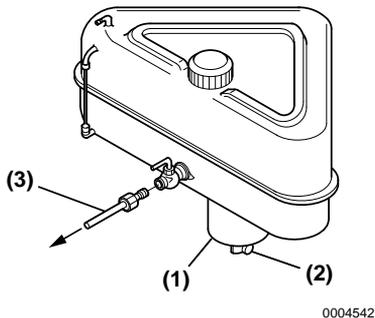

Figure 1
Installez un robinet de vidange (**Figure 1, (2)**) au fond du réservoir de carburant afin d'enlever l'eau et ses contaminants (**Figure 1, (1)**).